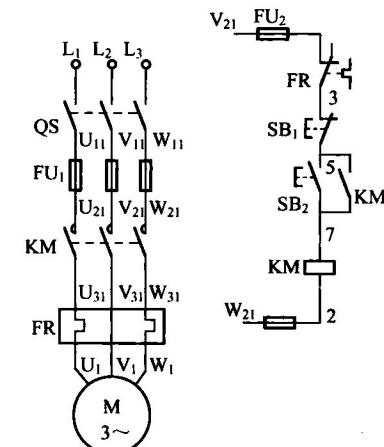

图 1-4 接触器直接启动电路
(1) 要点：对电动机及其他用电装置的供电方式进行控制的电气图，称为生产机械电气控制电路图，一般分为主电路和辅助电路。主电路是从电源到电动机或其他用电装置主要工作电流通过的电路。辅助电路包括控制电路、照明电路、信号电路和保护电路。
(2) 图例：图 1-4 为接触器直接启动电路。
(3) 图例说明：在接触器直接启动电路中，当合上隔离开关 QS 后，按下启动按钮 SB_2 ，接触器 KM 的线圈得电，它的动合主触点闭合，使电动机得电运转；另一个辅助触点闭合，进行自锁。当按下停止按钮 SB_1 或热继电器 FR 动作时，接触器 KM 线圈失电，动合主触点断开，电动机停止运转。可见图 1-4 表示了电动机的操作控制原理。